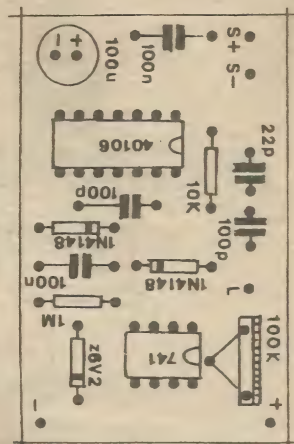

Fig.3
- **FIG. 3 - CHAPEADO DA MONTAGEM** - Como é praxe nas descrições das montagens aqui em **APE**, a figura traz a estilização da face não cobreada do impresso, com todos os principais componentes claramente identificados, incluindo códigos, valores, polaridades, etc. Novamente, o único e fundamental requisito é a... **atenção!** Basta inserir e soldar os componentes um a um, conferindo cada passo, eventualmente recorrendo ao **TABELÃO APE** (se surgirem dúvidas nas interpretações de valores, identificação de *pernas* ou polaridades, etc.), levando em conta que os integrados, os diodos (inclusive o zener) e o capacitor eletrolítico, são **polarizados**, exigindo posição única e certa para acoplamento à placa... Quanto aos integra-